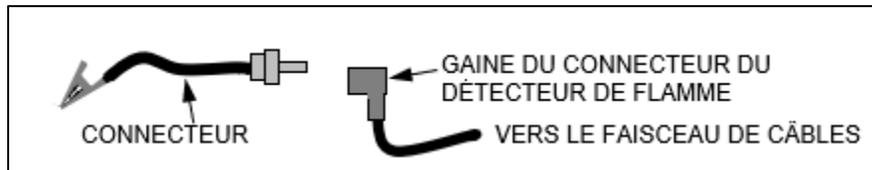

Figure 6-9 : Branchement du générateur de signal de flamme
- b) Lorsque le contrôleur passe en mode d'allumage, il affiche **Ignition Trial (essai d'allumage)**. À ce stade, placez la pince crocodile (cf. Figure 6-9) sur n'importe quelle surface métallique ou à la masse. Le contrôleur affiche **Flame Proven (Flamme contrôlée)** et se réchauffe pour atteindre une puissance de feu de 100 %. Veuillez noter qu'aucune flamme ni aucun gaz n'est présent dans le chauffe-eau à ce moment.
4. Retirez le couvercle de la SSOV en desserrant la vis illustrée sur la Figure 6.9. Soulevez le couvercle pour accéder aux branchements du câblage des bornes.